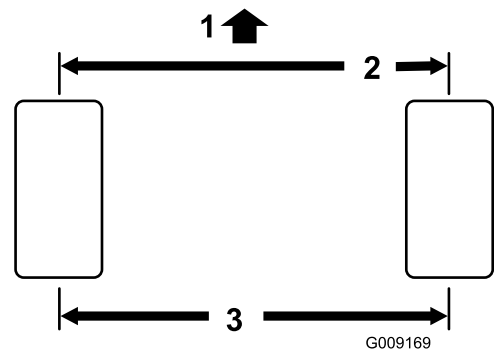

Figura 109
- Mida la distancia entre centros (a la altura del eje) en la parte delantera y trasera de los neumáticos de dirección (Figura 109).